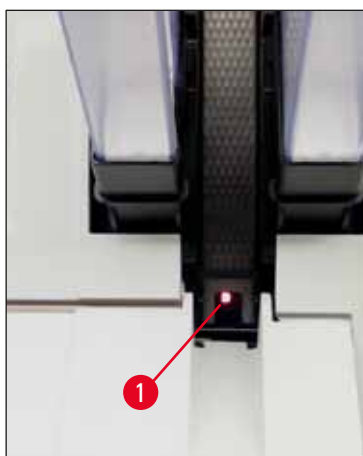

Fig. 48
- Laddningsstation (→ "Fig. 48")